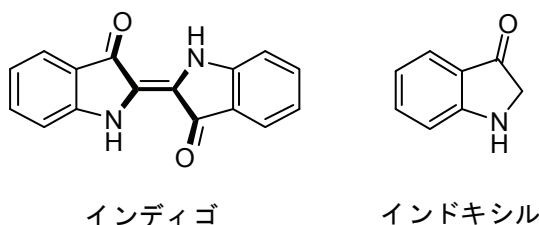
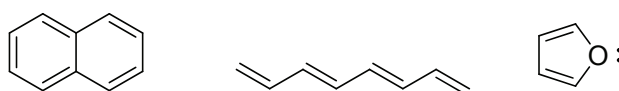
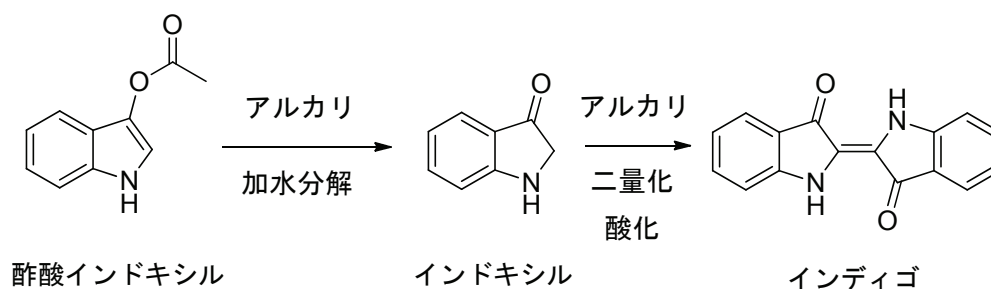
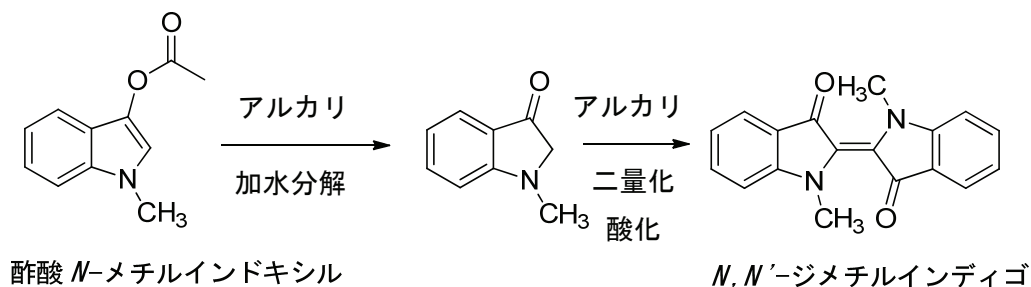

図1
図2
図3
図 7
インディゴ(図1左)はタデアイという植物から得られる藍色の染料で、ブルージーンズや浴衣などの染色に用いられており、みなさんには最も身近な色素の一つだと言えるだろう。インディゴと人類の出会いは紀元前数千年にもさかのぼり、古代インドや中国で盛んに生産されていたが、現在の染料は合成されたものが主流である。今回は工業的な製法とは異なる方法としてインドキシル(図1右)からインディゴを合成し、色素の構造と色の変化の関係や染色現象について調べてみよう。また、インディゴの類縁体(類似した化合物)の合成を試し、その反応について調べよう。
インディゴが青い色を示す性質には、図1左の太線で示した分子の中心部分の構造が大きく関係している。この構造はアルファベットのHの形に似ているため、このような色素の構造部位はH型発色団と呼ばれている。発色団とは色素が色を示す性質の基盤となる構造のことを指し、一般には、主に炭素からなる二重結合と一重結合が交互に結合した部分(共役系)を持ち、これがすべて一つの平面に乗っているのが一般的である。この発色団に、電子を供与する置換基(NH2、OHなど)や電子を求引する置換基(CN、NO2など)といった補助的な役割を果たす置換基が適当な位置で結合すると、有機色素の色を示す性質が発現する。インディゴの場合の共役系は、ベンゼン環部分やC(=O)–C=C–C(=O)の部分了指し、NH基とC=O基がそれぞれ電子供与性と電子求引性の置換基として働いている。図2に他の共役系の例を示す。
**問1** 色素は、発色にかかわる共役系が全て平面である場合が多い。図2に示した3つの分子のうち、平面ではない構造をとりうるものを選び、その理由を述べなさい。
タデアイの中にはインディゴそのものではなく、インドキシル(図3中)に糖類が結合したものが含まれている。糖類が離れてインドキシルが生成した時、徐々に酸化されながら二量化(同じ化合物が二分子結合すること)を経てインディゴが生成する。植物からのインディゴ生成と同じ原理を応用して、2001年、実験室レベルの簡便なインディゴ合成法が報告された(田上保博ら)。これは酢酸インドキシル(図3左)をアルカリで処理してインドキシルを生成させることで、天然色素の生成と同じく自然に酸化反応が進行し、不溶性のインディゴが生成されるというものである。
酢酸 *N*-メチルインドキシルは実験 1、2 で用いた酢酸インドキシルの窒素にメチル基(-CH3)が置換された化合物であり、これは図 3 と同じくアルカリ加水分解反応を経て *N,N'*-ジメチルインドゴを生成すると考えられる(図 7)。*N,N'*-ジメチルインドゴは図 1 で説明した H 字部分を有しており、インドゴと同じく青色色素である。